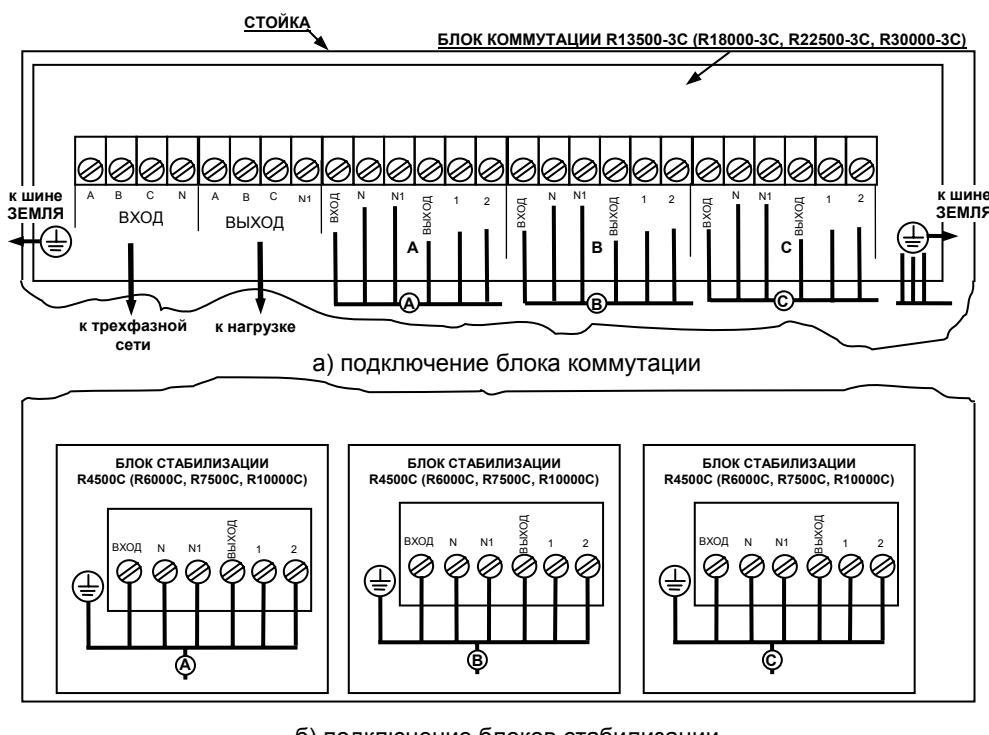

Рисунок 6.1 Схема подключения стабилизатора R13500-3С (R18000-3С, R22500-3С, R30000-3С)
6.4.3 Подключите нагрузку, соединив выводы соответствующего кабеля с выводами «ABCН1 ВЫХОД» блока коммутации (см. рисунок 6.1 а);
6.4.4 Подключить блок коммутации к сети, соединив выводы соответствующего кабеля с выводами «ABCН ВХОД» (см. рисунок 6.1 а).
6.4.5 Подключите выводы кабелей на задней стенке стойки к одноименным контактам выводов ВХОД, N, N1, ВЫХОД, 1, 2 и контакту \ominus блока коммутации (см. рисунок 6.1 а).
6.4.6 Подключите блоки стабилизации, (предварительно сняв крышки, закрывающие выводы ВХОД, N, N1, ВЫХОД, «1», «2») соединив выводы кабеля, выходящего со стороны лицевой панели стойки, с выводами ВХОД, N, N1, ВЫХОД, «1», «2» и контактом  соответствующего блока стабилизации (см. рисунок 6.1 б);